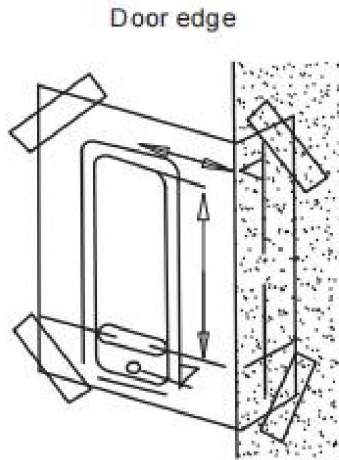

Fig.2
- 1) Positionnez et fixez correctement le gabarit (gabarit de produit modèle 209) sur la surface de la porte intérieure Hauteur requise par rapport au sol. Assurez-vous que la Le gabarit d'alignement des bords de porte pertinent et marqué doit être correctement aligné avec le bord de la porte réel. (voir figure 2)